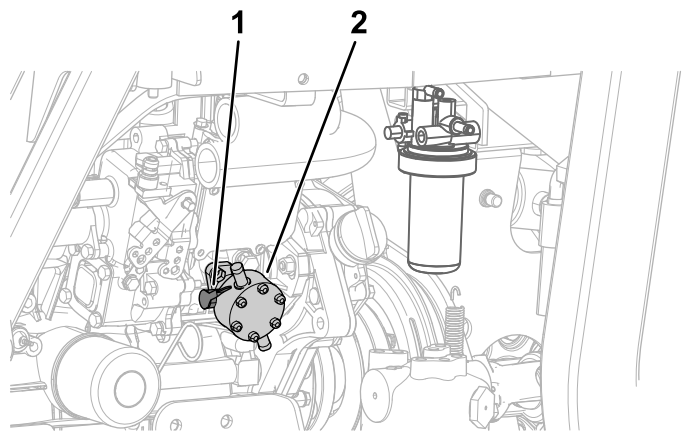

Рисунок 64
Накачивайте топливо рычагом топливного насоса с левой стороны двигателя, пока не будет заполнен стакан топливного фильтра (Рисунок 64).
7. Качайте топливо с помощью рычага топливного насоса до тех пор, пока через винт не пойдет сплошной поток топлива; см. Рисунок 64 в разделе Прокачка топливной системы (страница 59).